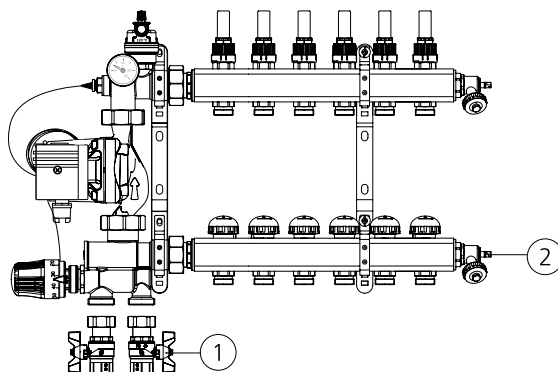

Рис. 5
2. Закрыть шаровые краны (рис. 5 поз. 1) И все запорные клапаны (или расходомеры) коллекторной группы.
3. Слить теплоноситель через нижний коллектор с помощью сливного клапана (рис. 5 поз. 2).